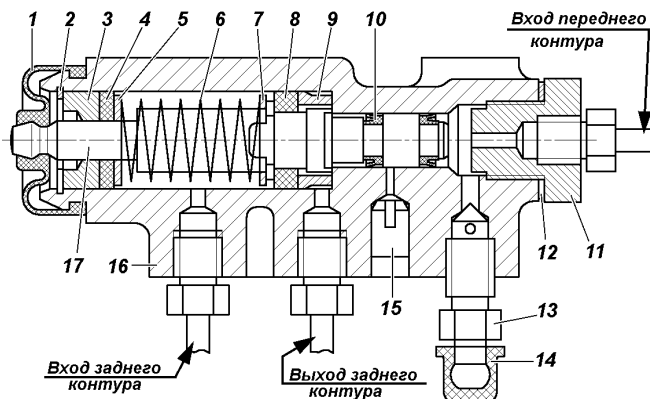

Рис. 9.32. Регулятор давления:
Регулятор давления. На автомобилях, не оснащенных антиблокировочной системой тормозов, устанавливается механический регулятор давления, действующий на задние тормоза (рис. 9.32), который обеспечивает оптимальное распределение тормозных сил по осям автомобиля и не допускает опережающую блокировку задних колес. При обслуживании проверяйте работоспособность регулятора давления. Очищайте регулятор от грязи и проверяйте надежность его крепления. Внешним осмотром убедитесь, что регулятор и детали его привода не имеют повреждений, отсутствуют подтекания тормозной жидкости и люфты в соединении стойки с упругим рычагом и кронштейном на заднем мосту.
При нажатии на педаль тормоза поршень¹⁷ (рис. 9.32) регулятора давления должен выдвинуться из корпуса на 1,7 - 2,3 мм. Отсутствие хода поршня, а также его недостаточный или чрезмерный ход свидетельствует о неисправности регулятора или его привода.
3. Заверните болт 4 до соприкосновения его с хвостовиком поршня 17 (см. рис. 9.32) регулятора.